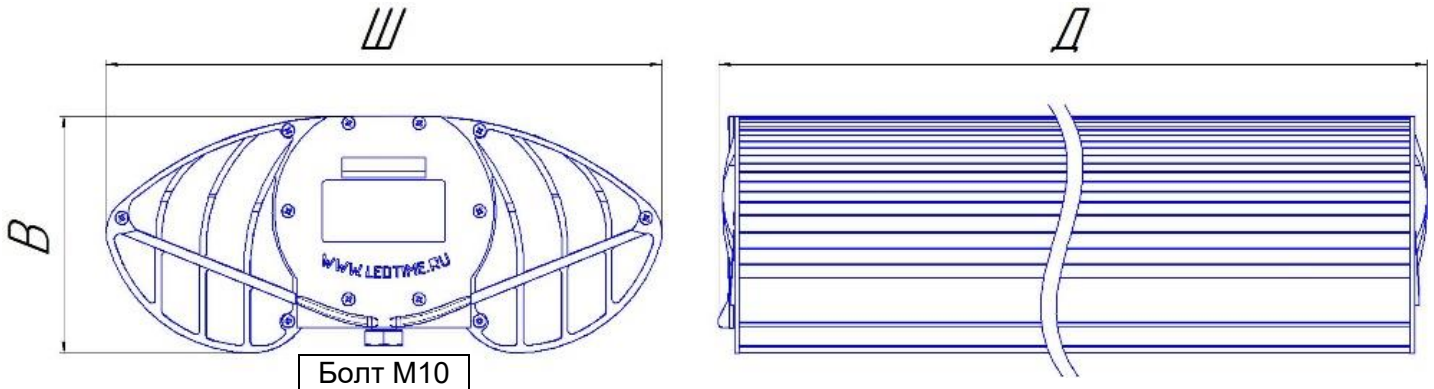

Рис. 2
6.2 Светильник устанавливается на консоль Ø 45 - 68 мм; затем его положение регулируется при помощи встроенного пузырькового уровня и фиксируется двумя болтами М10 (Рис.2).